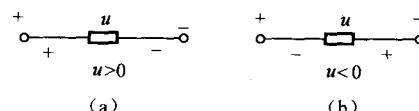

图 1-6 电压的方向
(2) 符号:  $u$  ( $U$ )。
(3) 单位: 伏特, 简称伏, 用 V 表示。
(4) 分类: 直流电压与交流电压。
(5) 方向: 电压的方向可用+、-号表示, 如图 1-6 所示。在图 1-6 (a) 中电压参考方向与实际方向一致,  $u > 0$ 。在图 1-6 (b) 中电压参考方向与实际方向相反取负,  $u < 0$ 。